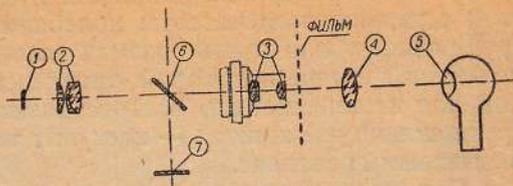

Рис. 9. Схема оптики звуковой части проектора.
Схема оптической системы звуковой части приведена на рис. 9.
Размеры светового штриха на пленке $0,02 \times 2,1$ мм. Между конденсором и микрообъективом имеется плоскопараллельная стеклянная пластинка (6) (рис. 9), от которой небольшое количество света отражается на матовое стекло (7). Стекло это служит для установки в правильном положении нити лампы накаливания. Патрон лампы дает возможность установить лампу в необходимом положении. В качестве просвечивающей (читающей) лампы применена нормальная лампа 12 вольт 30 ватт, но в цилиндрической колбе диаметром 24 мм. Пробная партия этих ламп изготовлена по заказу завода ГОМЗ Электрозаводом и при испытании показала хорошие результаты.